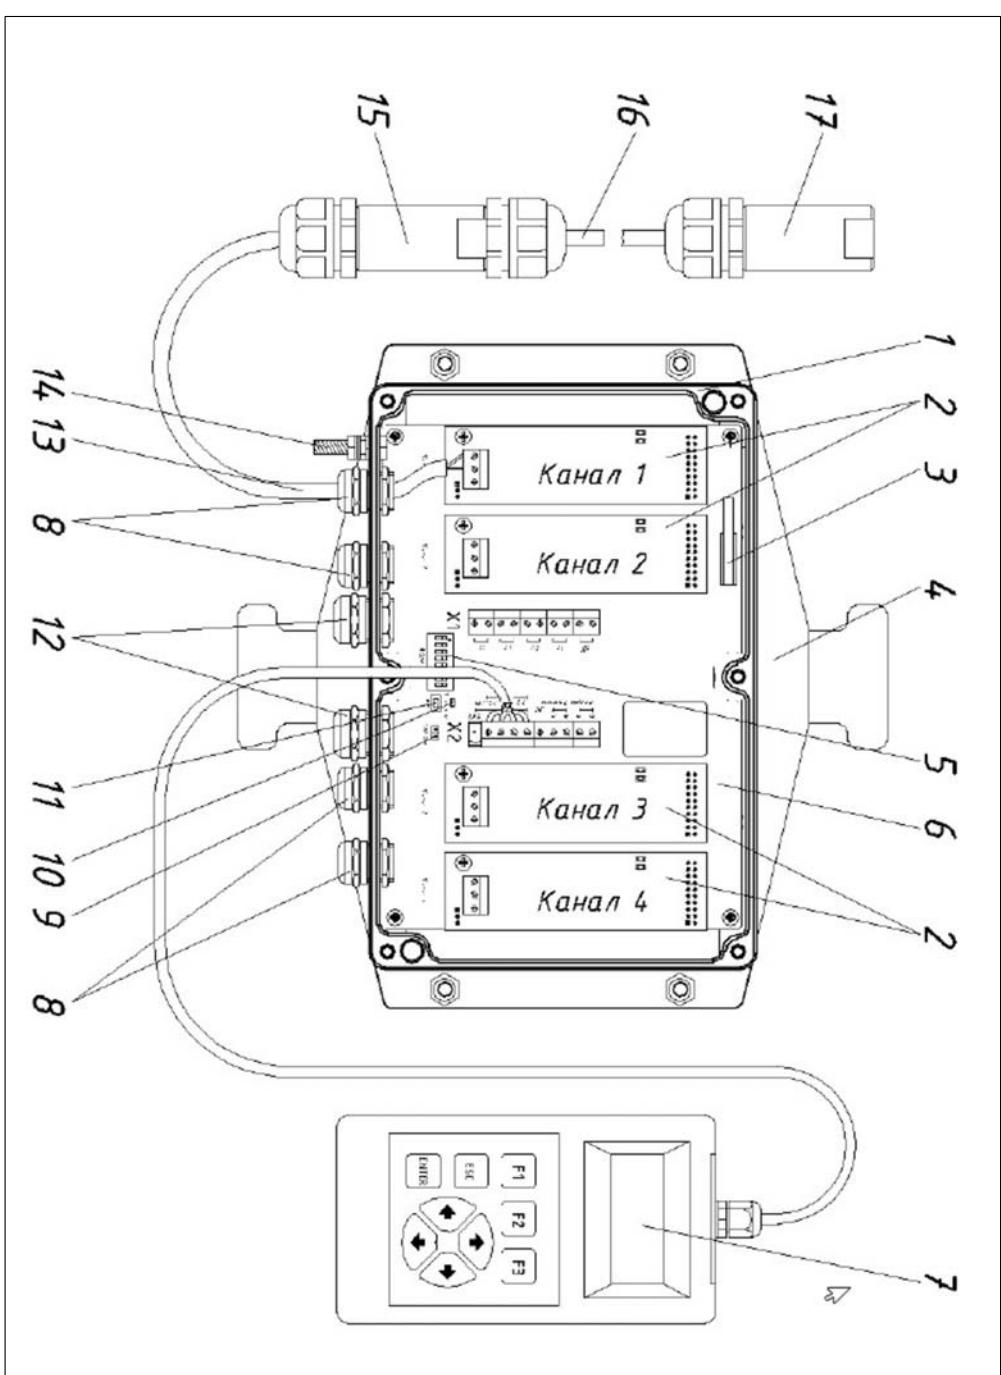

Рисунок 1 - Внешний вид извещателя (вид без крышки БОС)
- 1.8 Внешний вид изделия приведен на рис. 1.